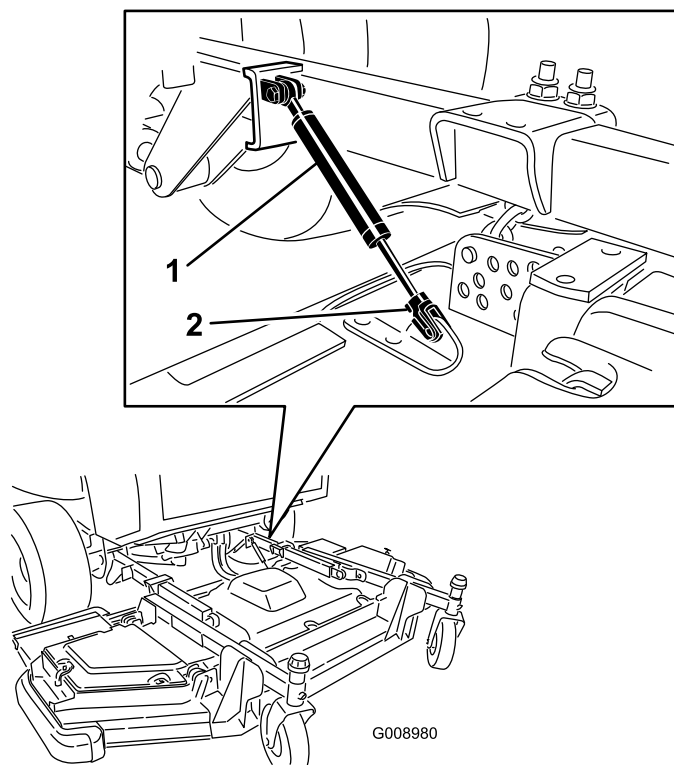

Рисунок 90
2. Снимите стопорное кольцо и отсоедините узел амортизатора от режущего блока (Рисунок 90).